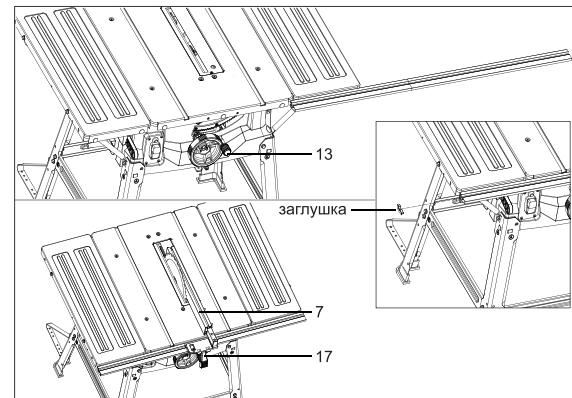

Рис. 8
12. Двигая параллельный упор вместе с направляющей, уприте его в плоскость диска справа. Проверьте, что плоскость упора параллельна боковой поверхности пильного диска. Затяните крепежные винты направляющей в данном положение. Закройте оба торца направляющей заглушками (рис.8).